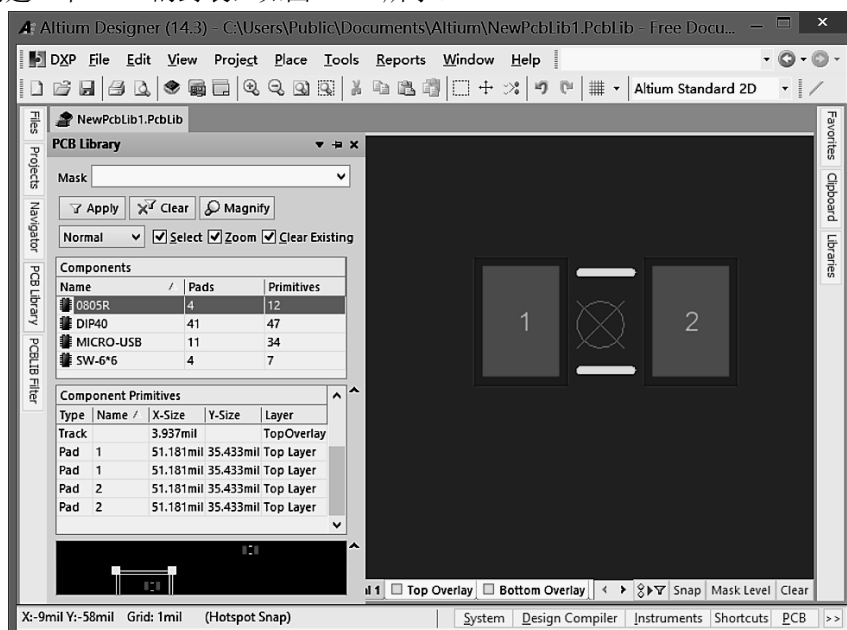

图 9-6-4 创建 0805 的封装
(3) 创建一个 0805 的封装，如图 9-6-4 所示。